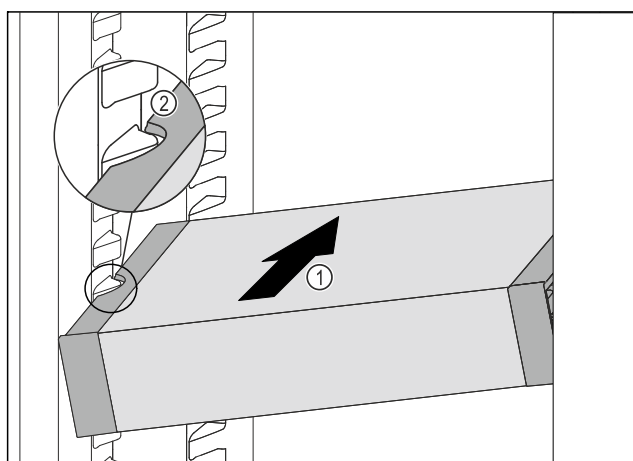

Fig. 125
- Zasuňte VarioSafe do chladničky pod úhlem tak Fig. 125 (1), aby vybrání na bocích Fig. 125 (2) VarioSafe byla na úrovni žebrování na nádoby v chladniče.